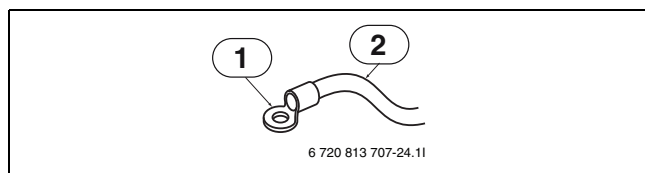

Fig. 27
- Anvend crimpkabelsko (→fig. 27) for jordtilslutning på hovedprintkortet.